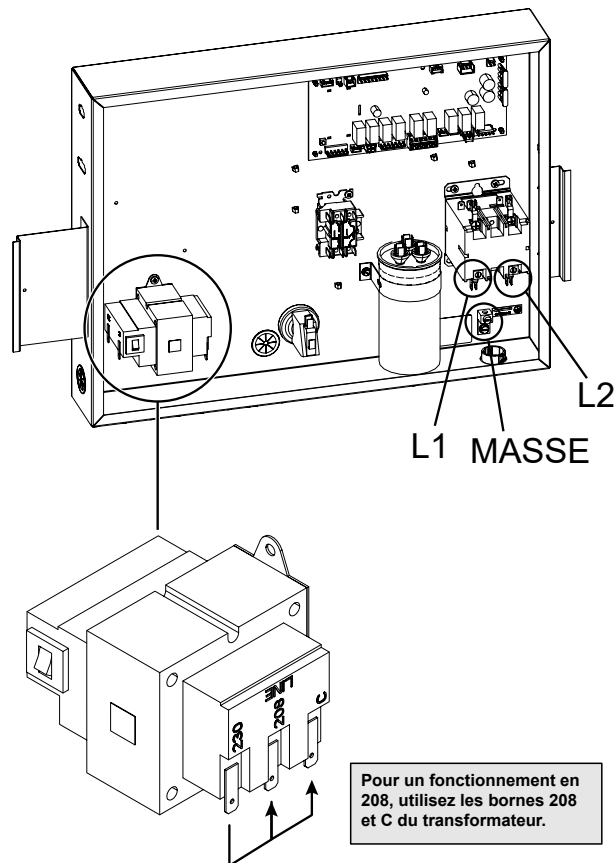

Figure 7. Bornes L1 et L2
- Branchez les câbles électriques de phase L1 et L2 aux bornes indiquées en **Figure 7**. L'installation électrique doit être effectuée exclusivement par un électricien agréé.